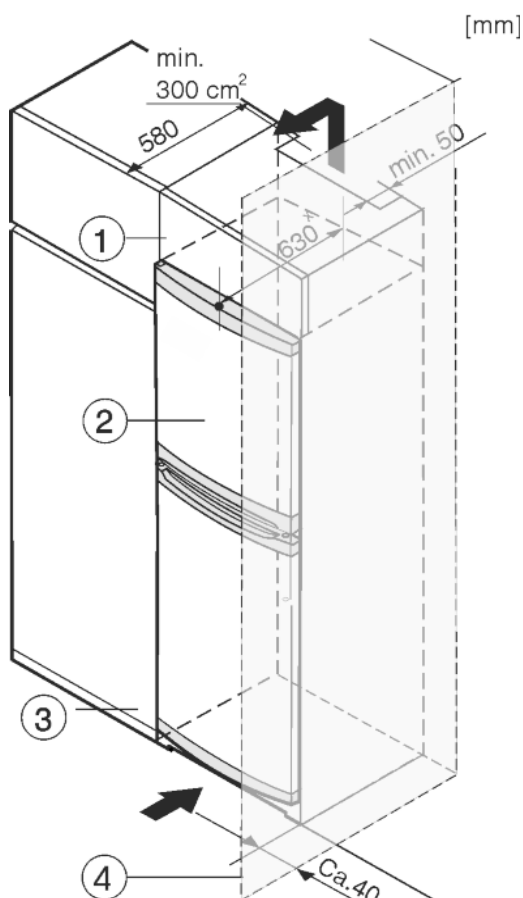

Fig. 8
- (1) Szafka nakładana
- (2) Urządzenie
- (3) Szafka kuchenna
- (4) Ściana
Urządzenie może zostać obudowane szafkami kuchennymi. Aby dopasować urządzenie Fig. 8 (2) do wysokości ciągu szafek kuchennych, można nad urządzeniem umieścić szafkę nasadzaną Fig. 8 (1).
W przypadku obudowania szafkami kuchennymi (głębokość maks. 580 mm) urządzenie można ustawić bezpośrednio obok szafki kuchennej Fig. 8 (3). Urządzenie wystaje z boku o 34 mm * i na środku urządzenia o 50 mm * w stosunku do frontu szafek kuchennych.
Jeżeli urządzenie będzie ustawiane z zawiasami do ściany Fig. 8 (4), to pomiędzy urządzeniem i ścianą należy zachować minimalny odstęp, wynoszący 40 mm. Na taką odległość wystaje klamka przy otwartych drzwiach.